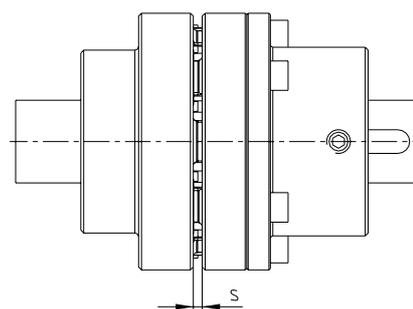

Figura 32: montaje del acoplamiento
- Comprueba que la medida  $s$  sea correcta (véase figura 32).